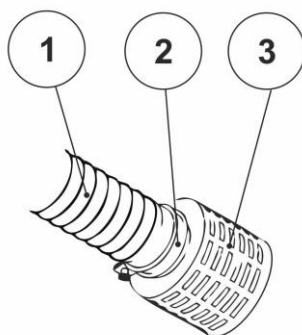

Рис. 8 Установка всасывающего фильтра.
1. Присоедините фильтр грубой очистки к всасывающему рукаву. Обязательно затяните соединение хомутом. (Рис. 8)